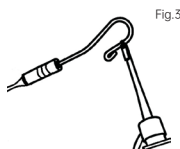

Fig.3
3) Faites toucher le crochet labial à la partie courbée du clip pour lime (Fig. 3) ; l'écran doit afficher "OVER" (comme montré Fig. 4 c).